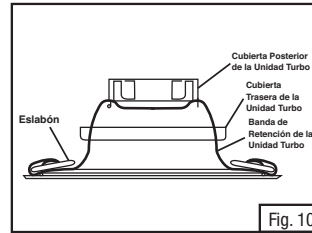

Fig. 10
7. Asegúrese que la unidad de ventilador esté bien sujeta y firme (Fig. 10).